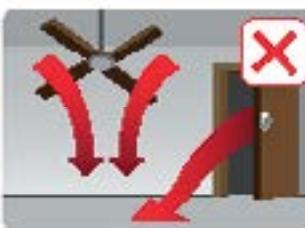

Abb. 2
- Stellen Sie es nicht vor Lüftungsschlitzten von Klimaanlagen, unter Ventilatoren und direkt vor Türen oder unter Fenster auf (Abb. 2)